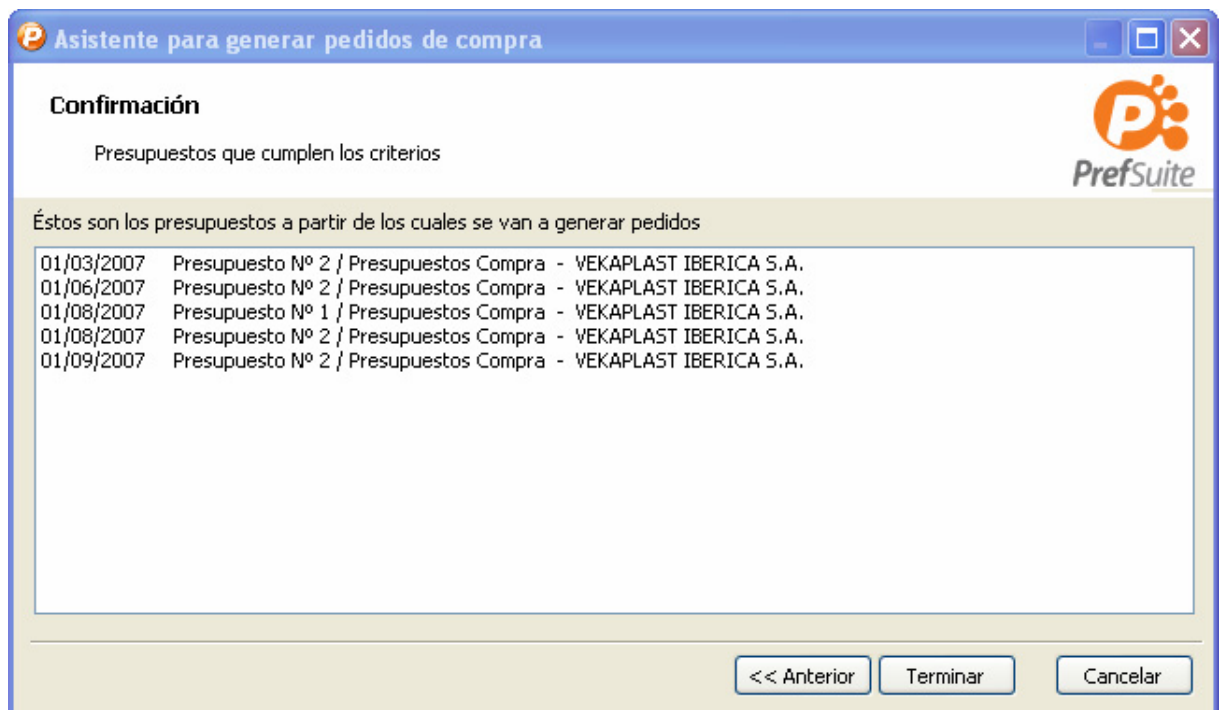

Figura 6. Asistente para generar pedidos de compra. Confirmación
3. Seleccionamos la numeración y pulsamos siguiente. Aparece la figura 6. En esta pantalla aparecen todos los presupuestos a partir de los cuales se van a generar pedidos. Al pulsar terminar se crean los pedidos en la base de datos y aparece la pantalla